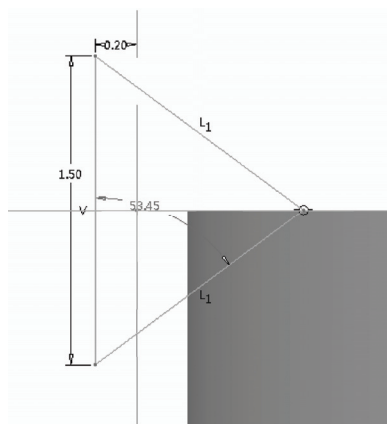

图 6-54 绘制草绘截面二
STEP 07 单击“关闭”面板中的“确定”按钮 ，完成截面绘制并退出草绘环境。单击“螺旋扫描”选项卡中的“截面”按钮 ，进入草绘环境，单击“草绘”选项卡中的相应按钮，绘制草绘截面，如图 6-54 所示。